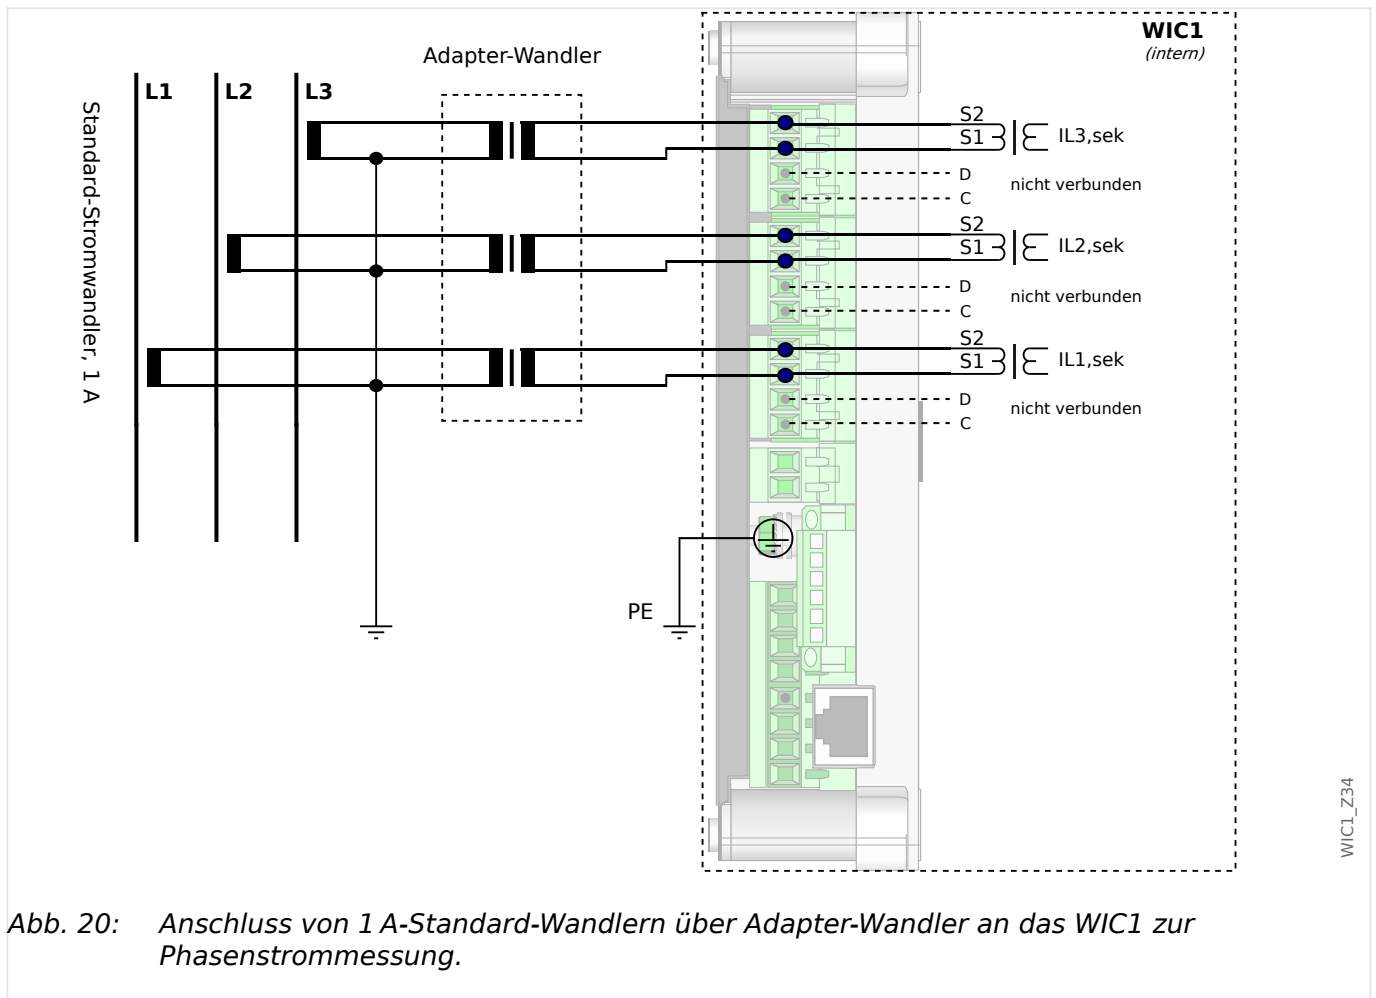

Abb. 20: Anschluss von 1 A-Standard-Wandlern über Adapter-Wandler an das WIC1 zur Phasenstrommessung.
- R_{wic1} bei normaler Schaltung wie in  Abb. 20: $R_{wic1} = 0,2 \Omega$
- R_{wic1} bei normaler Schaltung wie in  Abb. 20: $R_{wic1} = 0,1 \Omega$